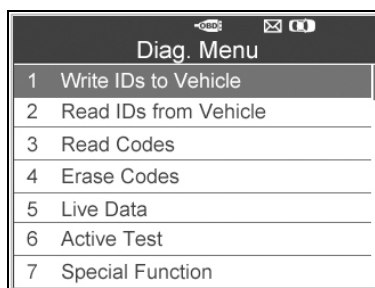

Figure 4.22
- 1) Au menu Diagnostic TPMS, utiliser le bouton de défilement vers le haut/vers le bas pour sélectionner **Écrire les identifications sur le véhicule**. Ensuite, appuyer sur le bouton Y. (Figure 4.22)
- 1) Au menu Diagnostic TPMS, utiliser le bouton de défilement **vers le haut/vers le bas** pour sélectionner **Lire les identifications depuis le véhicule**. Ensuite, appuyer sur le bouton **Y**. (Figure 4.22)
- 1) Au menu Diagnostic TPMS, utiliser le bouton de défilement **vers le haut/vers le bas** pour sélectionner **Lire les codes**. Ensuite, appuyer sur le bouton **Y**. (Figure 4.22)
- 1) Au menu Diagnostic TPMS, utiliser le bouton de défilement **vers le haut/vers le bas** pour sélectionner **Effacer les codes**. Ensuite, appuyer sur le bouton **Y**. (Figure 4.22)
- 1) Au menu Diagnostic TPMS, utiliser le bouton de défilement **vers le haut/vers le bas** pour sélectionner **Données actives**. Ensuite, appuyer sur le bouton **Y**. (Figure 4.22)